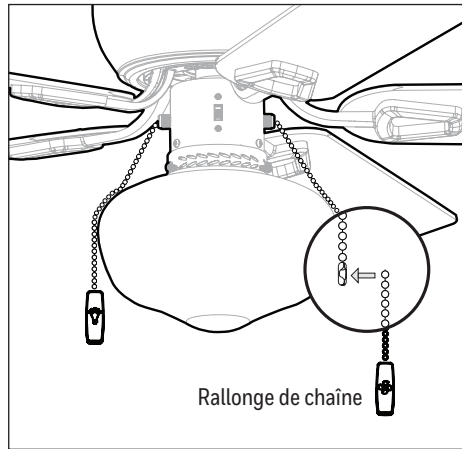

Figure 4.8
8. Fixez les rallonges de chaîne aux chaînes. **Remarque :** Lorsqu'on se tient devant l'interrupteur d'inversion du luminaire la chaîne du ventilateur se trouve à droite et la chaîne de l'éclairage se trouve à gauche (Figure 4.8).